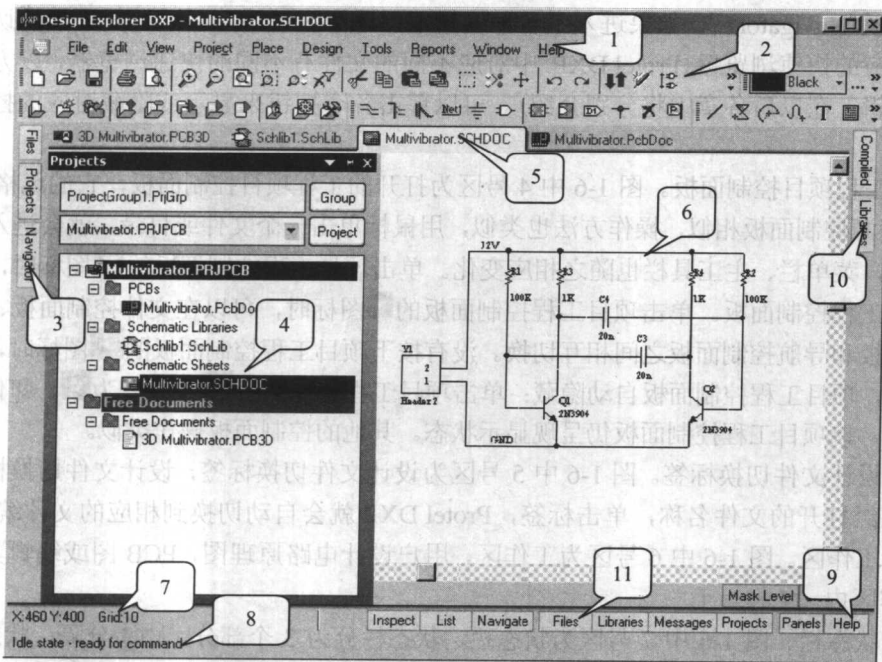
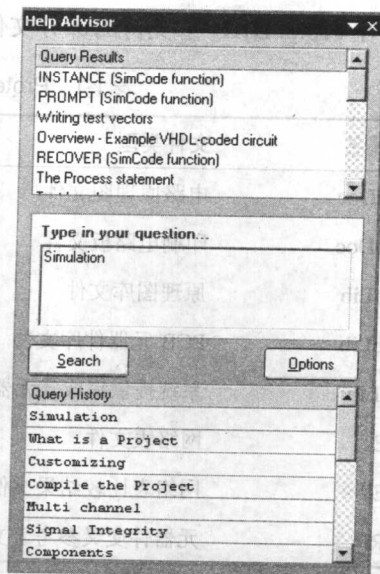

图 1-6 Protel DXP 的标准工作界面
图 1-9 帮助向导对话框
双击 Z80 Processor (stages).PRJPCB 打开该项目工程文件, Protel DXP 标准工作画面如图 1-6 所示。下面对这个工作画面的主要组件进行说明:
(1) 菜单栏。图 1-6 中 1 号区为菜单栏，Protel DXP 的菜单栏可以根据用户正在执行的不同应用程序而相应变化，下面列举其中几个菜单栏，如图 1-7 所示。
(2) 主工具栏。图 1-6 中 2 号区为主工具栏,与菜单栏相似,执行不同的应用程序在主工具栏中就会出现不同的工具按钮。
(3) 图 1-6 中 3 号区为“文件控制面板(Files)”、“项目工程控制面板(Projects)”和“导航控制面板(Navigator)”,如果进入了各种编辑器,这个区域还可以通过其顶部的切换标签切换到相应的快速浏览器(Protel DXP 中对应不同的文件有不同的快速浏览器,以方便设计文件的编辑,在以后各章中将分别介绍)。可以单击各个按钮来显示或隐藏对应的控制面板的状态。
(4) 工程项目控制面板。图 1-6 中 4 号区为打开的工程项目控制面板,它的风格与 Windows 的资源控制面板相似,操作方法也类似,用鼠标单击一个文件或目录,就会进入相应的设计文件,菜单栏、主工具栏也随之相应变化。单击项目工程控制面板的 ✕ 图标时,关闭当前的项目工程控制面板。单击项目工程控制面板的 ▣ 图标时,可以在文件控制面板、项目工程控制面板和导航控制面板之间相互切换。没有按下项目工程控制面板的 ▣ 图标时,在工作区域作业,项目工程控制面板自动隐藏;单击项目工程控制面板 ▣ 图标变为 ▣,即使在工作区域操作,该项目工程控制面板仍呈现显示状态。其他的控制面板操作类似。
(5) 设计文件切换标签。图 1-6 中 5 号区为设计文件切换标签,设计文件切换标签中显示的是已经打开的文件名称,单击标签,Protel DXP 就会自动切换到相应的文件编辑器中。
(6) 工作区。图 1-6 中 6 号区为工作区,用户设计电路原理图,PCB 图或编辑其他文件都在工作区内。
(7) 状态栏。图 1-6 中 7 号区为状态栏,状态栏分为 3 个部分,由 ▣ 分隔,状态栏显示的是正在进行的工作状态。进入不同的编辑器,状态栏显示的内容不同,多注意状态栏的信息会对用户提供很大帮助。如图 1-8 所示为在原理图编辑环境下布放导线时的状态栏显示内容。
(8) 命令状态栏。图 1-6 中 8 号区为命令状态栏，显示当前正在执行的命令及其含义。
(9) 帮助向导。图 1-6 中 9 号区为帮助向导，它是自然语言帮助系统，用户只要单击 help 按钮即弹出如图 1-9 所示对话框。例如在问题输入栏输入“how to place part”，单击 Search 按钮，帮助向导就会找到相关主题，单击主题即可获得帮助信息。
(10) 工作区面板。图 1-6 中 10 号区为编辑器特定的和通用的面板控制区，如元器件库控制面板等。
(11) 面板控制区。图 1-6 中 11 号区为面板控制区，单击这些面板控制按钮可以弹出更多的面板，这些面板可以通过移动、固定和隐藏来适应工作环境的需要。